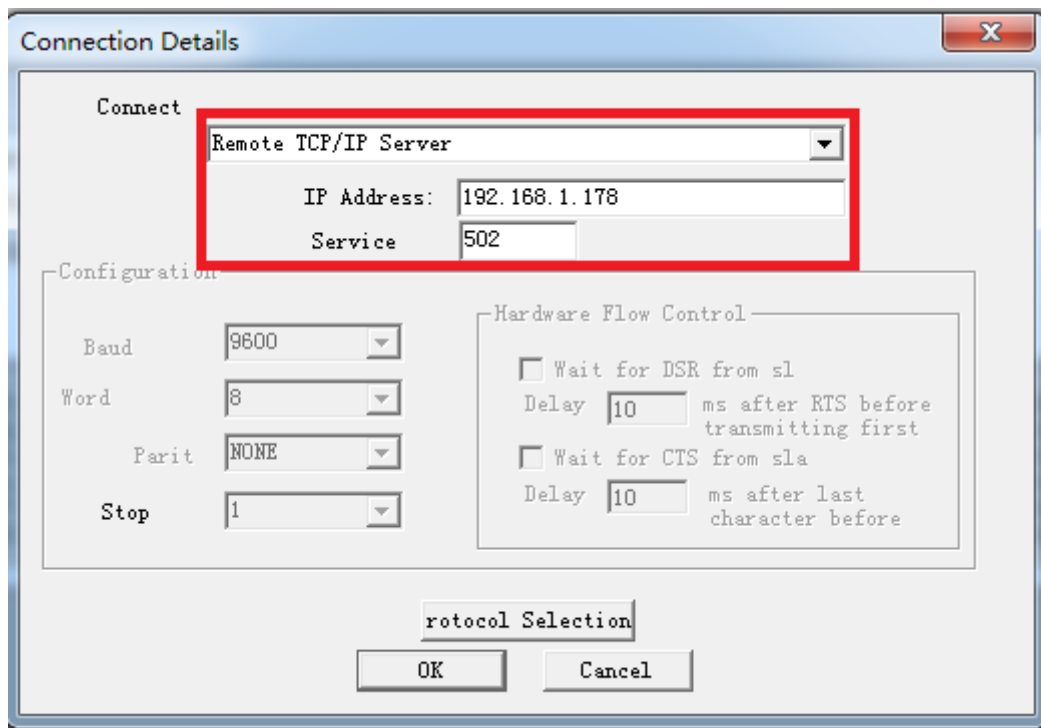

图 1
2. 选择菜单 Connection/Connect, 选择 Remote TCP/IP Server, 输入 QSK NET-DVP 的 IP 地址, Service 端口为 502; 点击[OK]按钮, 如图 1 所示。